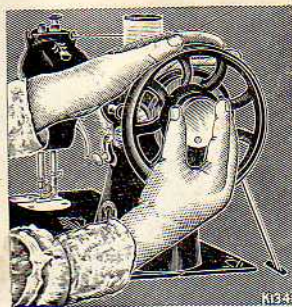
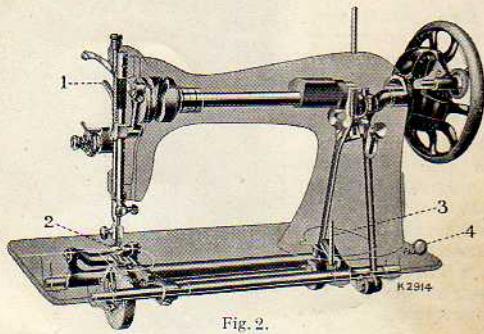

Fig. 1.
Fig. 2.
Pour desserrer le volant, maintenir ce dernier de la main gauche et à l'aide de la main droite, tourner la vis d'arrêt vers soi comme l'indique la Fig. 1.
Après s'être familiarisé avec le mouvement de la pédale, rétablir l'action du volant sur la machine, en serrant la vis d'arrêt et placer un morceau d'étoffe sous le pied presseur (2, Fig. 2). Abaisser ce dernier à l'aide du releveur du pied presseur (1, Fig. 2), et s'exercer sans enfiler la machine jusqu'à ce que l'on sache bien conduire l'étoffe.
Débrayer le volant en desserrant la vis d'arrêt (voir Fig. 1) et placer la bobine de fil sur la broche (3, Fig. 2). Faire passer le fil sous et entre les
disques de tension (4, Fig. 2), puis à travers le trou latéral gauche de la canette, de l'intérieur vers l'extérieur. Placer la canette sur la broche du dévidoir (1) et la pousser contre l'épaule de façon que la petite goupille située sur cet épaule pénétre dans le trou latéral de la canette.